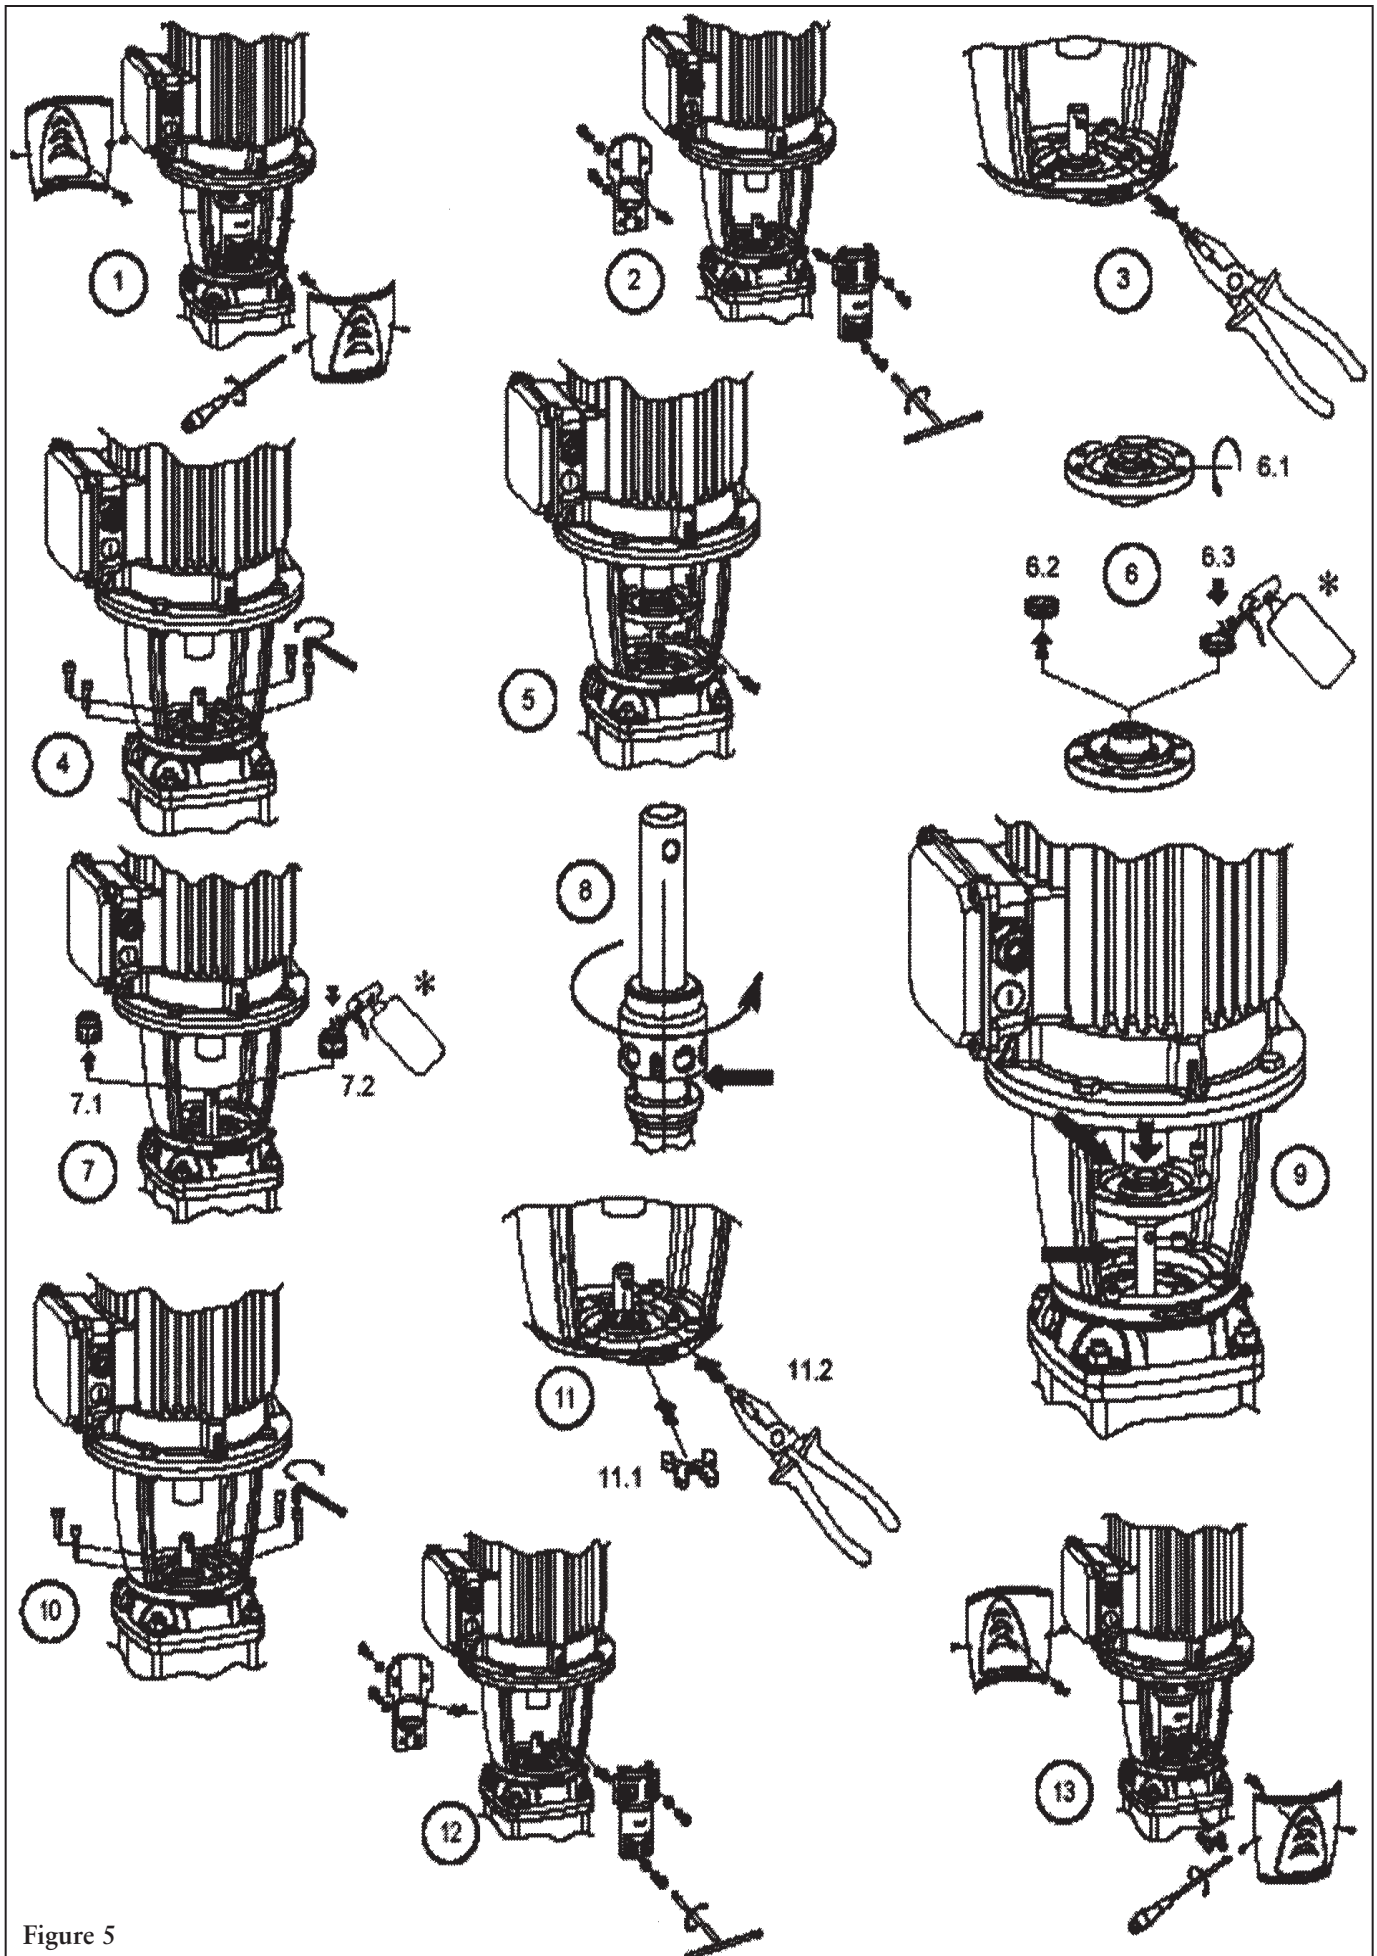

Figure 5
3. Enlever les carters d'accouplement, les 4 vis d'assemblage des demi-accouplements, ces derniers et la goupille de liaison (v. fig. 5, nos 1 à 3).
5. Poser deux (2) des vis de fixation dans les orifices taraudés de la plaque-logement et les visser uniformément pour dégager la plaque. Lever la plaque et la retirer par l'espace libre entre les arbres, mais avec précaution pour ne pas endommager l'élément fixe (v. no 5, fig. 5).
6. Tourner la plaque-logement à l'envers et en ôter l'élément fixe de la garniture mécanique, son joint torique, ainsi que le grand joint torique (du collet en saillie) assurant l'étanchéité entre la tête de pompe et la plaque. Inspecter le logement pour s'assurer qu'il est propre et qu'il n'a ni arêtes vives ni corps étrangers. Appliquer un lubrifiant pour joints toriques sur le nouveau joint torique de l'élément fixe, puis pousser l'élément à fond dans son logement avec le pouce. **NE PAS POUSSER TROP FORT** et, dans la mesure du possible, mettre un chiffon doux et propre sur la surface d'étanchéité de l'élément pour le protéger pendant sa mise en place (v. no 6, fig. 5).
7. Retirer de l'arbre de pompe l'élément mobile de la garniture mécanique. Inspecter l'arbre pour s'assurer qu'il n'a ni arêtes vives ni corps étrangers. Les arêtes vives devraient être lissées avec une toile d'émeri fine (v. 7, fig. 5).
8. Appliquer sur le joint torique du pourtour intérieur de l'élément mobile un lubrifiant convenant aux élastomères de la garniture. Enfiler l'élément avec précaution sur l'arbre de pompe. Tourner l'élément pour en aligner la goupille sur l'un des trous de la chemise d'arbre. Faites un cycle le joint en haut et en bas pour lubrifier la bague et pour empêcher le joint de coller à l'axe (v. 8, fig. 5).
Placer la plaque-logement entre l'arbre de moteur et l'arbre de pompe et enfilez la plaque sur ce dernier. **Procéder avec précaution pour ne pas endommager la surface d'étanchéité de l'élément fixe de la garniture** (v. fig. 5, no 9).
10. Reposer les 4 vis de fixation de la plaque-logement et les serrer uniformément au couple stipulé dans les Données techniques (v. 10, fig. 5).
11. Insérer la goupille de liaison de l'arbre de pompe dans son orifice et placer la cale de réglage de position sur la saillie centrale de la plaque-logement (v. 11, fig. 5). **À défaut, on peut employer une cale de 5 mm (0,203 po) d'épaisseur.**
12. Reposer les demi-accouplements et en serrer les vis d'assemblage uniformément au couple indiqué (v. Données techniques). Ôter et conserver la cale (v. no 12, fig. 5).
13. Tourner l'arbre à la main pour s'assurer que la pompe et le moteur ne sont pas grippés, puis poser les carters d'accouplement (v. 13, fig. 5).